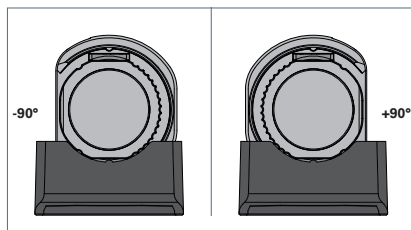

Fig. 7: Aligner le luminaire à -90° ou +90°.
- ▶ Tournez le luminaire à la position angulaire -90° ou +90°, voir Fig. 7.